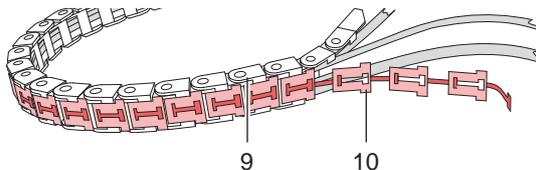

Bild 16 Öffnen der Energiekette - Aufschlagsensor
- ▶ Schrauben (8) lösen, um Energiekette einseitig zu demontieren.
- ▶ Die ineinander verhakten T-förmigen Teile (10) aus den U-förmigen Teilen (9) der Energiekette lösen (Bild 16)
- ▶ Energiekette wieder schließen. T-förmige Teile (10) in die U-förmigen Teile (9) eindrücken
- ▶ Energiekette wieder montieren und Schrauben (8) anziehen.